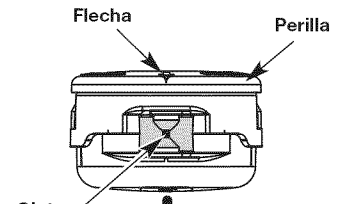

Fig. 12
1. Alinee las flechas de la perilla del cabezal de corte con los ojetes de la bobina exterior, si ya no están listos (Fig. 12)